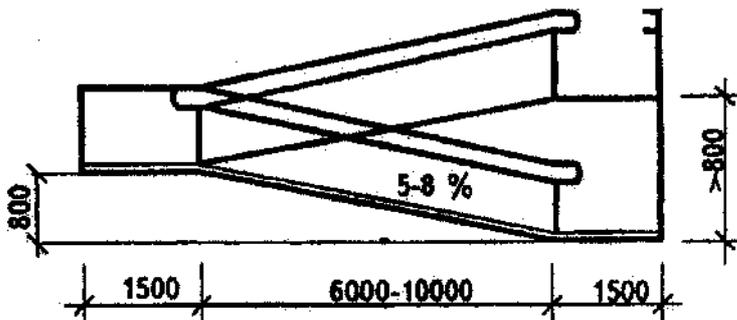

Рис. 3
- 5 начале и конце каждого подъема пандуса следует устраивать горизонтальные площадки шириной не менее ширины пандуса и длиной не менее 1,4-1,5 м (рис.3).
Для удобства я представила эти требования в виде таблицы.1, при подготовке которой использована отечественная нормативная литература (в международной практике к пандусам предъявляются более жесткие требования). Наглядно эти требования представлены также на рис.3.
Если пандус на промежуточной площадке меняет свое направление на 180° (рис.3), то глубина площадки составит 1500 мм, а ширина будет равна ширине двух соседних маршей, то есть 1800 мм. Такой площадки будет достаточно для разворота коляски на 180°.
В случае, когда окно на ночь закрывается жалюзи, кнопку можно установить на откосе окна (рис.3), а табличку-пиктограмму с боковой стрелкой установить на стене. Тогда ночью кнопка будет надежно защищена от повреждения хулиганов.